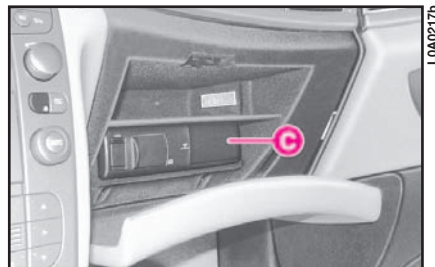

fig. 222
– multilettore **C** (fig. 222) per CD (CD-Changer) nel cassetto portaoggetti (dove previsto)